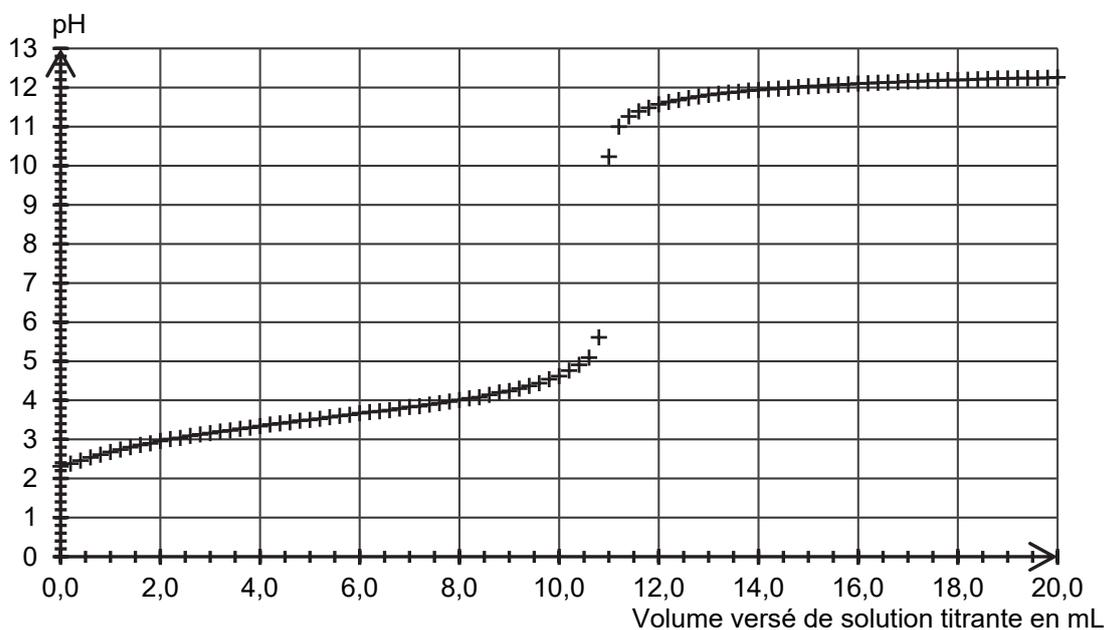

Figure 1. Courbe expérimentale du titrage par suivi pH-métrique
Le titrage d'un volume  $V = 25,0 \text{ mL}$  de solution S est réalisé et suivi par pH-métrie. La solution titrante est une solution aqueuse d'hydroxyde de sodium de concentration  $c_B$  égale à  $0,20 \text{ mol}\cdot\text{L}^{-1}$ . La courbe du suivi pH-métrique est donnée en figure 1.
**Q5.** Estimer, en expliquant la démarche, à l'aide des figures 1 et 2, la valeur de la constante d'acidité  $K_A$  du couple acide méthanoïque / ion méthanoate à la température du titrage.